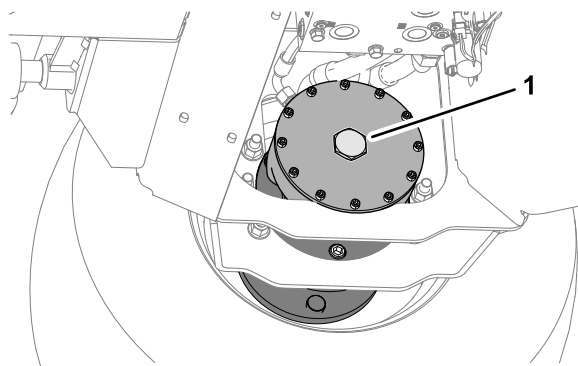

Bild 44
6. Entfernen Sie an der Scheibenbremse des rechten Vorderradmotors die Sechskantschraube (Bild 44).